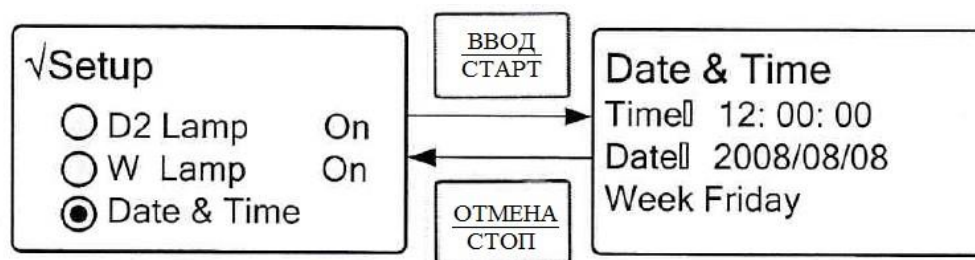

Рисунок 28. Меню установки даты и времени
2.5.2.3. “Date & Time” – функция установки даты и времени в память спектрофотометра. С помощью кнопок “▲” и “▼” выберите строку Date & Time и нажмите кнопку “ВВОД/СТАРТ”. В появившемся меню установите дату и время (Рисунок 28).